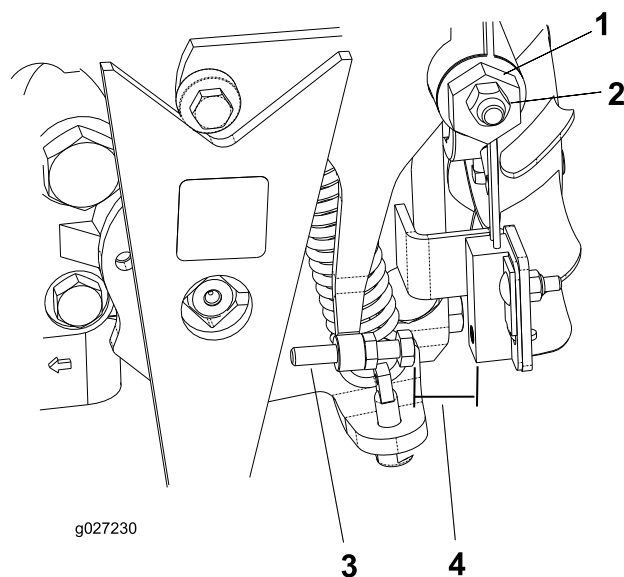

Figure 35
4. Desserrez le contre-écrou de la came de réglage de transmission (Figure 35).
5. Démarrer le moteur et tournez l'hexagone de la came (Figure 35) dans un sens puis dans l'autre pour déterminer la position centrale de la course de réglage du point mort.
3. Ajustez la vis jusqu'à obtention d'un écartement de 0,8 à 2,3 mm ; voir Figure 35.